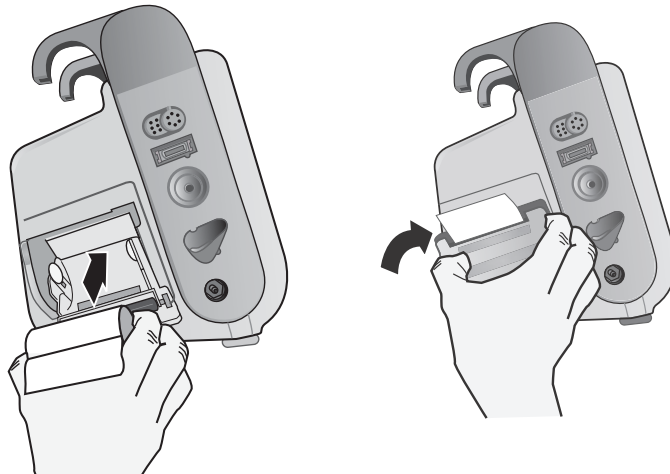

Figure 24-2. Insertion du papier et fermeture de la porte de l'imprimante
4. Placez le papier dans l'appareil et fermez le couvercle (voir Fig. 24-2).